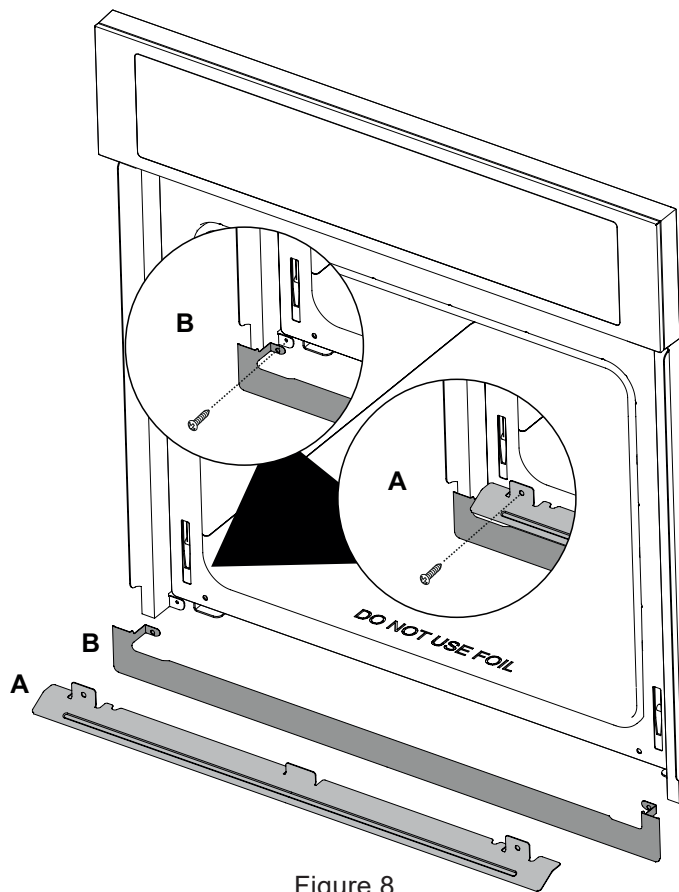

Figure 8
A. Placez la garniture de couleur assortie (B) comme indiqué sur la figure 8. Alignez les emplacements des vis et fixez les deux extrémités.
B. Placez le déflecteur d'air (A) en place, comme indiqué. Alignez les emplacements des vis et fixez les deux extrémités.